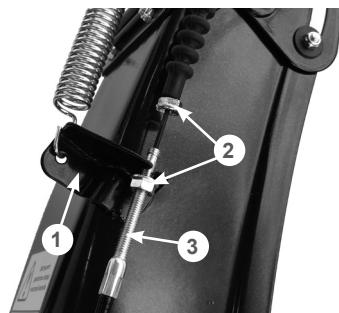

Рис. 23 Установка оболочки троса управления дефлектором жёлоба
- скрутите крайнюю гайку 2 с регулировочной муфтой 3 троса и позвольте ей свободно болтаться на тросе (Рис. 23);
• одной рукой максимально наклоните дефлектор жёлоба вперёд, а второй рукой проденьте трос через прорезь в кронштейне 1, после чего вставьте регулировочную муфту троса в отверстие в кронштейне 1 (Рис. 23). Гайки крепления оболочки троса после этого должны оказаться по разные стороны кронштейна, как показано на Рис. 23. Закрутите гайки, не затягивая их;